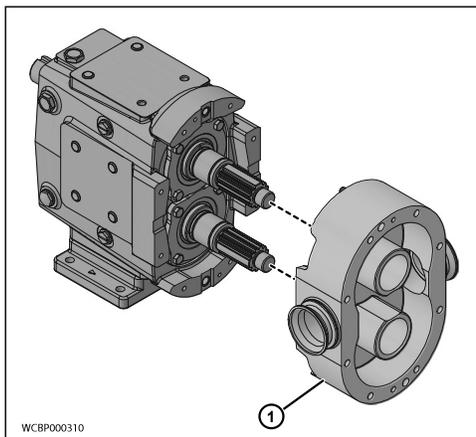

Ilustración 35 - Retirar el cuerpo de la bomba
4. Retire el cuerpo de la bomba (1) tirando de él para sacarlo de los espárragos (Ilustración 35). Utilice un martillo blando como ayuda si el cuerpo está atascado.